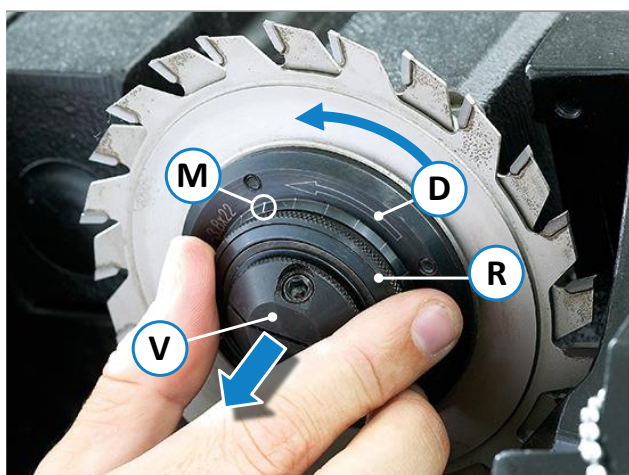

Abbildung 71: Quickstep-Verstelleinrichtung für Vorritzsägeblatt
- Sägeblätter in die Bolzen auf den Flanschen einlegen, und dabei die Drehrichtung (**D**) beachten (siehe ⇨ Abbildung 71).